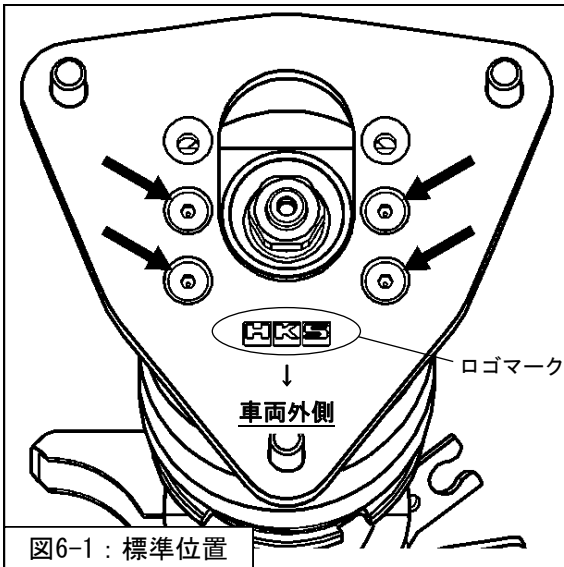
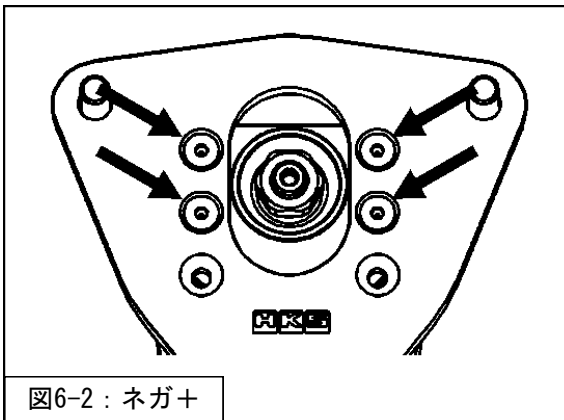
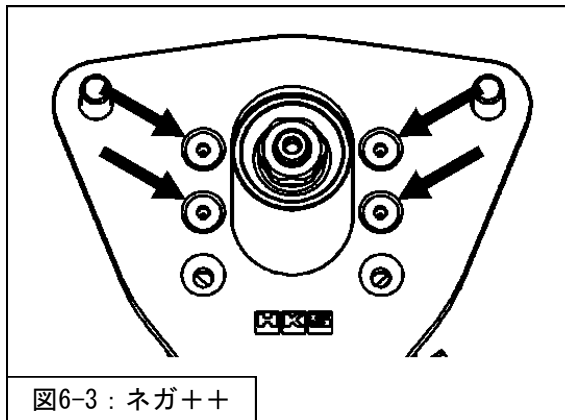

図6-1：標準位置
図6-2：ネガ+
図6-3：ネガ++
（図6-1 矢印部分）
- ・キャンバー角は、標準位置（図6-1）、ネガ+（図6-2）、ネガ++（図6-3）の3段階に調整可能です。